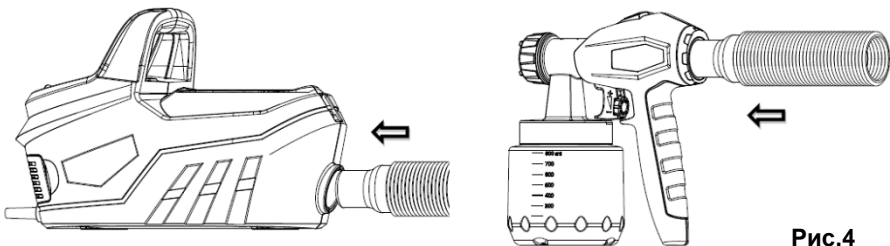

Рис.4
1. Подсоедините воздушный шланг к компрессорному блоку одним концом, а вторым – к пистолету-распылителю как показано на Рис.4.